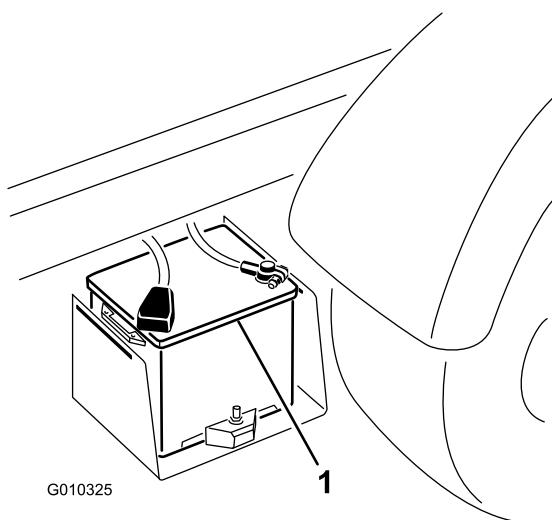

Figura 6
5. Quando la batteria è carica, staccate il caricabatterie dalla presa elettrica e dai poli della batteria (Figura 6).